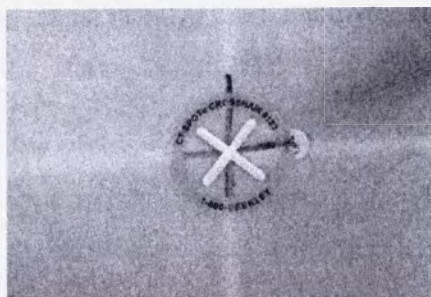

Рисунок 10
4.2.11 Этикетка для маркировки кожи с пластиковым шариком (рисунок 10) используются для разметки тела пациента и предназначены для определения положения тела пациента во время сеанса диагностики и проведения процедур лучевой терапии.